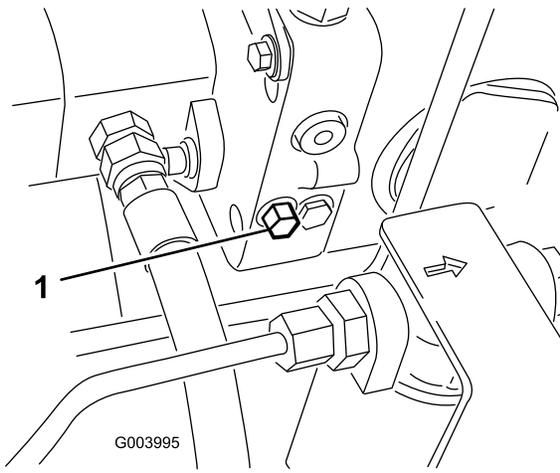

图36
- 旁通阀位于静液泵的左侧（图36）。将螺栓旋转 1-1/2 圈，打开旁通阀并允许油在内部分流。由于液体被分流，机器可以缓慢移动，而不会损坏传动装置。